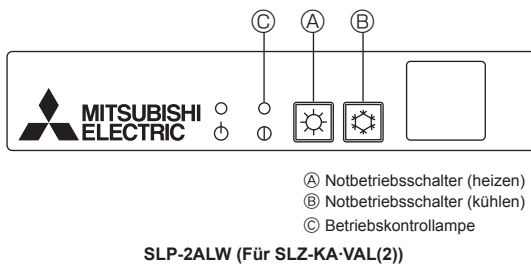

Fig. 9-1
9.2.1. Für Fernbedienung (Fig. 9-1)